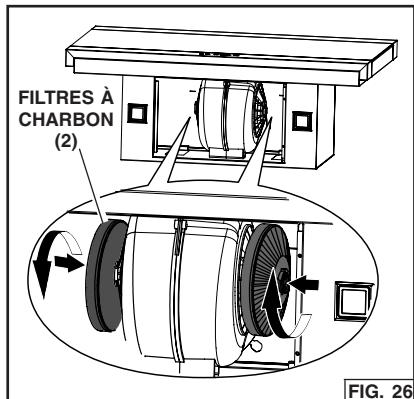

FIG. 26
- Saisissez les filtres à charbon et tournez dans le sens horaire d'un quart de tour sur la soufflante. Fig. 26.